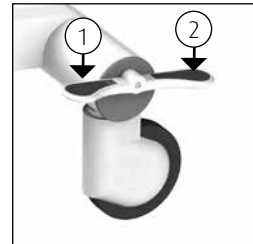
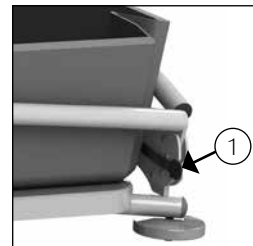

Abbildung 3 Halb-zentrale Bremsung und geradeaus fahren.
Abbildung 4 Verriegelung des Seitengitters.
- Die halb-zentrale Bedienung der Bremsen ist das Pedal am Kopfende und am Fußende an beiden Seiten der Liege (Siehe Abbildung 3).
- Die Steuerungsrolle wird aktiviert, wenn die Außenseite des Pedals am Kopfende mit dem Fuß nach unten bewegt wird (2).
- Das Seitengitter ist mit einem Gitterschutz versehen, damit der Patient nicht selbstständig das Seitengitter anheben kann (Siehe Abbildung 4).
- Entriegeln Sie die Sicherung, indem Sie überstehende Lippe mit einer Hand nach innen ziehen und mit der anderen Hand das Seitengitter in der Mitte anheben. (1) (Siehe Abbildung 4).